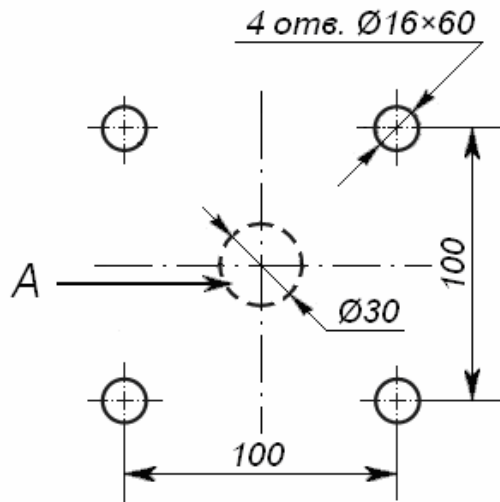

Рисунок 5 Схема разметки для установки картоприемника:
6. Положите картоприемник на установочную поверхность стенкой (5) вниз таким образом, чтобы его основание (2) находилось рядом с зоной А (см. рисунок 5).